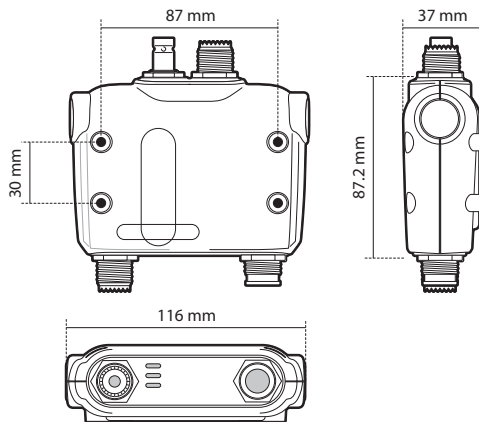

Figure 4 Diviseur d'antenne SIA dimensions
- Il doit y avoir un espace suffisant autour de la boîte de connexion du Diviseur d'antenne SIA pour acheminer les câbles. Veuillez consulter Figure 4 pour plus de détails sur les dimensions du Diviseur d'antenne SIA.